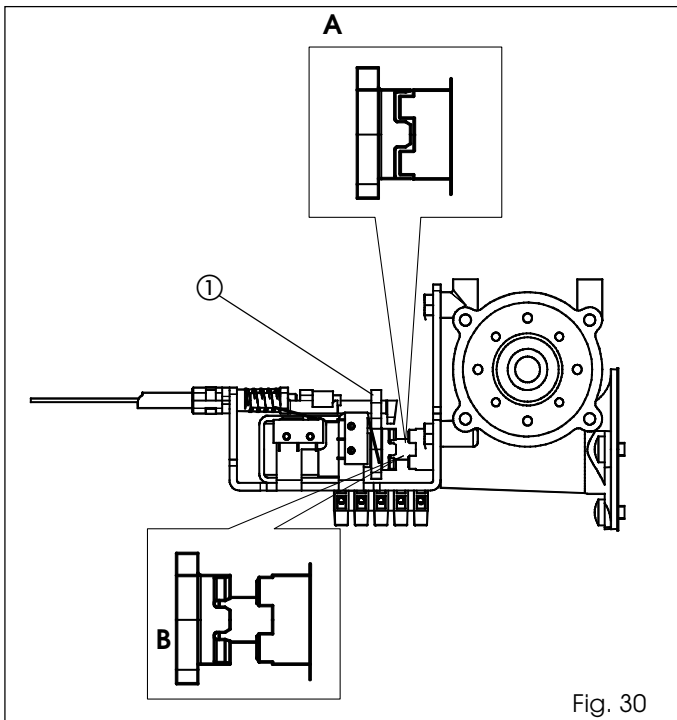

Fig. 30
- Empuje manualmente la palanca (fig. 30 ref. ①) hacia el eje motor, comprobando que se engrane correctamente como se indica en la fig. 30 ref. A.
- Mueva la palanca (fig. 30 ref. ①) en sentido vertical y compruebe que haya juego entre el acoplamiento del eje motor y del bloqueo motor.
- Tire la pieza ④ hasta el tope (comprimiendo los muelles) y atornille el tornillo del borne ③ bloqueando el cable de acero.
- Compruebe que el acoplamiento del bloqueo motor esté libre del acoplamiento del eje motor (fig. 30 ref. B).